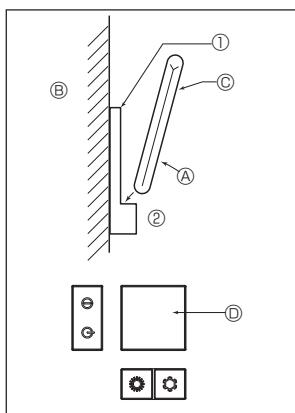

Fig. 7-9
2) Méthode d'installation (Fig. 7-9)
② Mettez la partie inférieure de la télécommande dans le support.